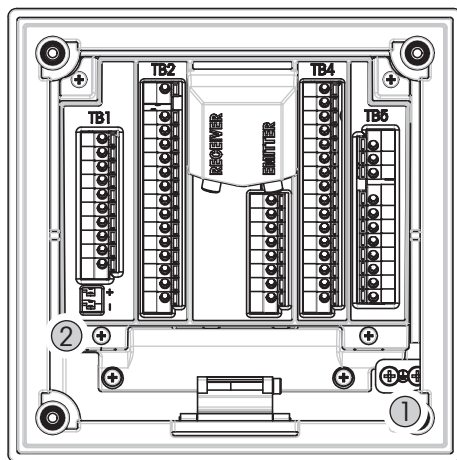

図12: PE端子と内部グラウンド線への保護アースの接続
3. ステンレススチールバージョン用: 31ページの図12に従って、保護アースをPE端子に接続します。PE線の断面積は0.8 mm² (18 AWG) 以上にする必要があります。
ステンレススチールバージョン用: 31ページの図12に従って、保護アースをPE端子に接続します。